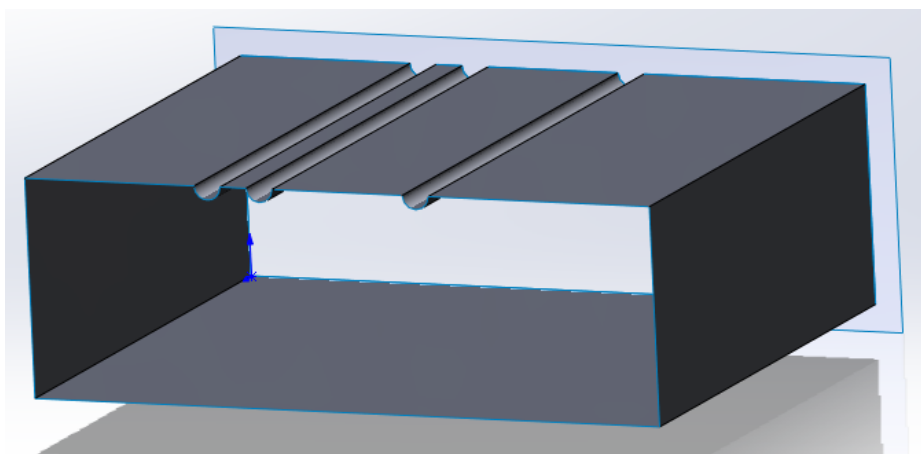

Рис. 7. Построение плоской поверхности
8. Преобразуем эскизы в поверхности. Для этого нажимаем *Плоская поверхность* , выделяем необходимый эскиз и нажимаем галочку в верхней части панели , после чего получаем объект (рис. 7).